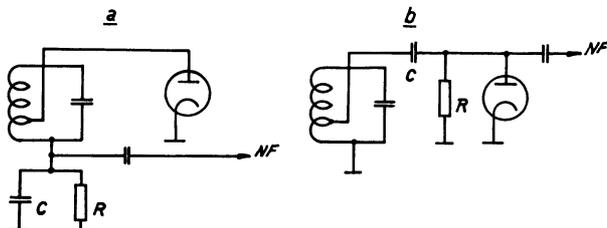

Fig. 4.02. a) Dioden-Serieschaltung b) Dioden-Parallelschaltung.
1. Diodengleichrichtung: Die HF-Diode ist in einer Hoch- oder Niederfrequenz-Verstärkerröhre untergebracht, oder es wird anstelle einer Röhrendiode eine Halbleiterdiode (Germanium) benutzt. Obwohl die Serieschaltung hinsichtlich Dämpfung des speisenden Kreises und HF-Freiheit des Ausganges günstiger ist, trifft man oft auch die Parallelschaltung an (Fig. 4.02).